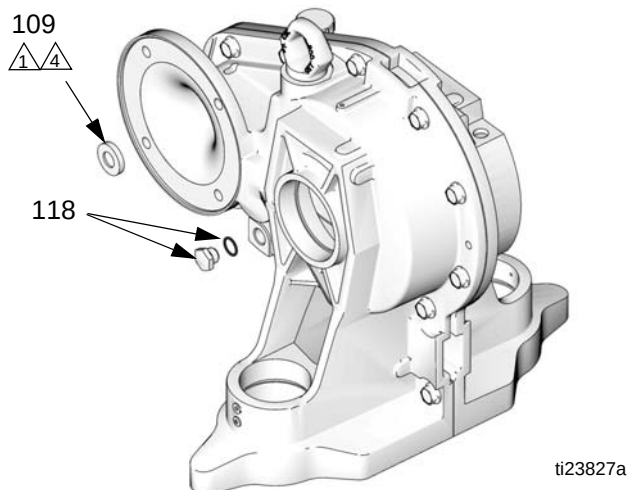

FIG. 4. sellos del reductor de engranajes
2. Consulte la FIG. 4. En el lado del motor del reductor de engranajes, desenrosque el tapón de drenaje de aceite con sello (118). Perfore el sello de entrada (109) con un tornillo para chapa metálica templado y extraiga el sello.